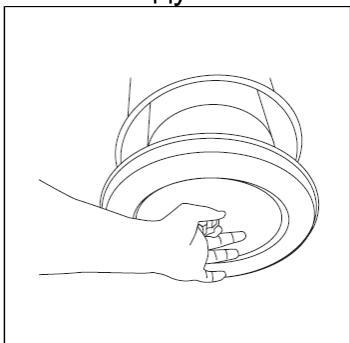

Рис. 5-16
1. Вставьте фильтрующий элемент. Смотрите рисунок 5-16. Проверьте фильтрующий элемент, особенно внутреннюю поверхность отверстия, на наличие повреждений из-за транспортировки, чистоты и неправильного удержания.